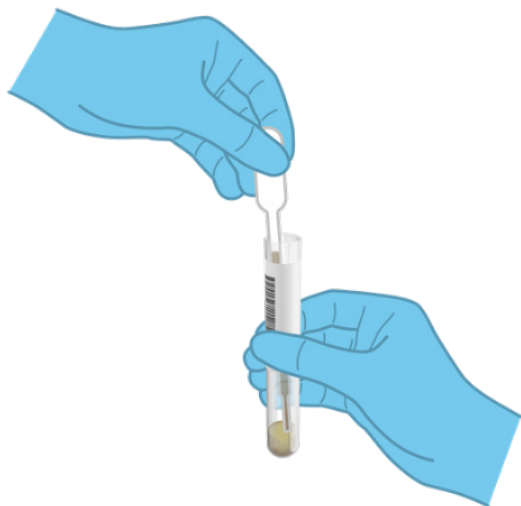

Figura 6. Aspirando a amostra para a pipeta de transferência fornecida.
6. Abra o tubo com a amostra a ser testada. Use a pipeta de transferência fornecida para extrair o fluido. Aspire a amostra até a segunda linha de preenchimento na pipeta (ou seja, 200 µl) (Figura 6).